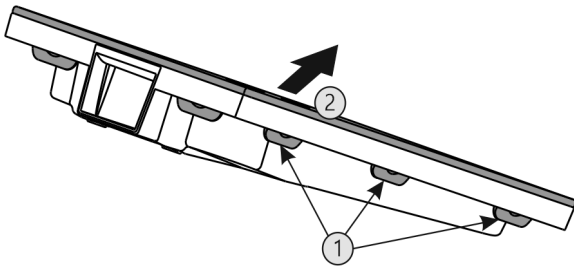

Fig. 40
- ▶ Alle Laschen Fig. 40 (1) nacheinander drücken und die Abdeckung Fig. 40 (2) entnehmen.